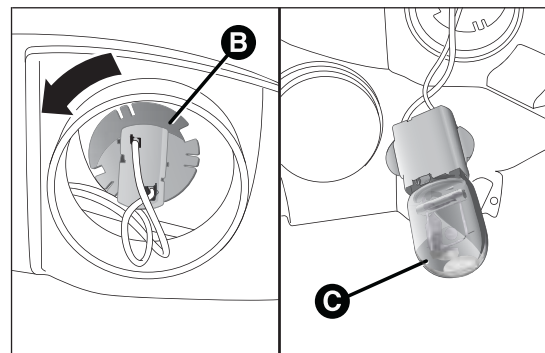

fig. 159
- tourner la douille B fig. 159 dans le sens antihoraire, enlever l'ampoule C et la remplacer ;